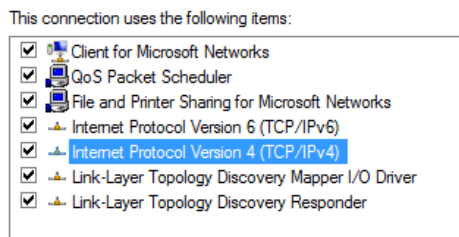

Figure 14 Boîte de dialogue des propriétés de la connexion au réseau local - Internet Protocol Version 4
- e Dans la liste des éléments sous **This connection uses the following items**, double-cliquez sur **Internet Protocol Version 4 (TCP/IPv4)** (Figure 14).